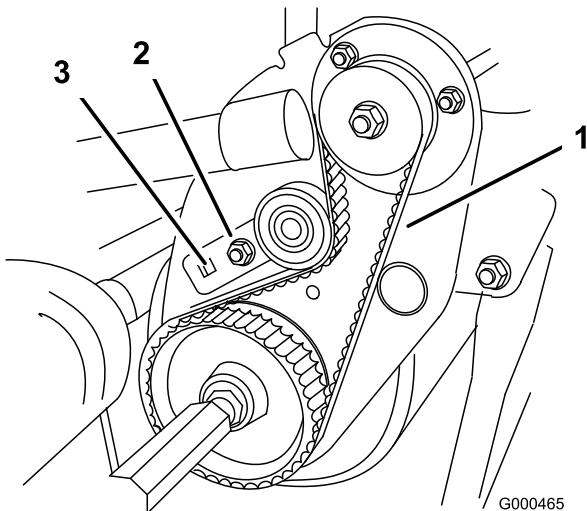

Bild 44
- B. Drehen Sie die Spannscheibenhalterung mit einem 3/8-Zoll-Drehmomentschlüssel mit 3,9 bis 4,5 Nm an, um die Riemenspannung einzustellen (Bild 44). Halten Sie die Einstellung des Drehmomentschlüssels und ziehen Sie die Befestigungsschraube an der Spannscheibenhalterung an (Die Scheibe wird eingesetzt, um ein Rutschen des Riemens zu vermeiden.). Ziehen Sie den Riemen nicht zu fest an.